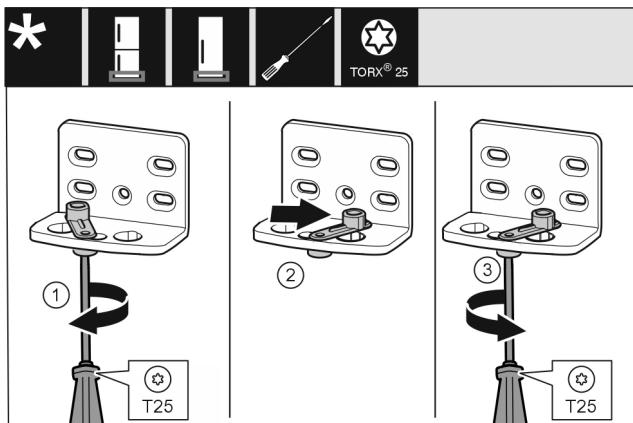

Fig. 14
- Lossa skruven Fig. 14 (1) med skruvmejseln.
- Lyft dörrstängningshjälpen Fig. 14 (2) och vrid den 90° åt höger i hålet.
- Skruva fast skruven Fig. 14 (3) med skruvmejsel.